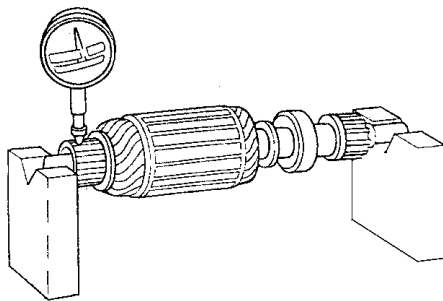

图 9-16 测量换向器摆增量
- 6) 如图 9-16 所示，测量换向器的振摆。如果换向器的振摆处于使用极限以内，则检查换向器片之间是否出现灰尘或铜屑。如果换向器的振摆不在使用极限之内，则更换电枢。换向器振摆标准(新)：最大 0.05mm。维修极限：0.4mm。